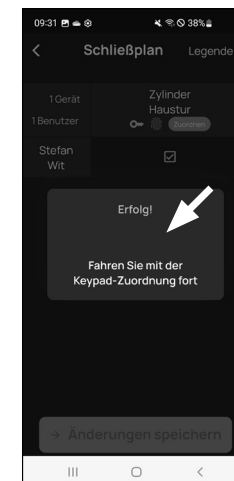

Abb. 6
- 7 Les données sont transmises. Après quelques instants, vous recevrez une confirmation et simultanément, une invitation à attribuer le clavier. Appuyez sur le message de confirmation (Fig. 6).